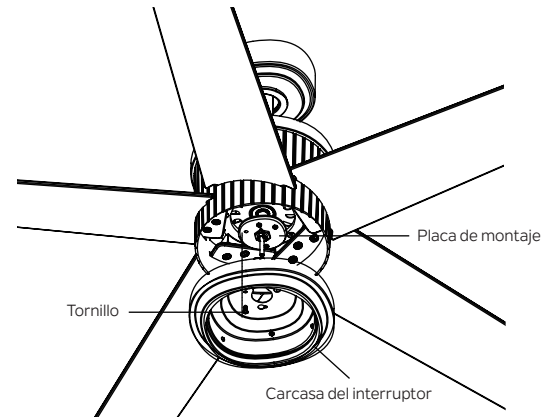

Figura 19
Paso 1. Retire el tornillo marcado con una etiqueta de punto que está preinstalado en la placa de montaje y guárdelo para su uso posterior. Afloje los otros dos (no los quite). Coloque los dos orificios de la ranura en la carcasa del interruptor sobre los 2 tornillos que aflojó previamente de la placa de montaje. Gire la carcasa del interruptor hasta que encaje en su lugar en el extremo estrecho de los orificios de llave. Fije apretando los 2 tornillos previamente aflojados y el que quitó previamente. (Figura 19)